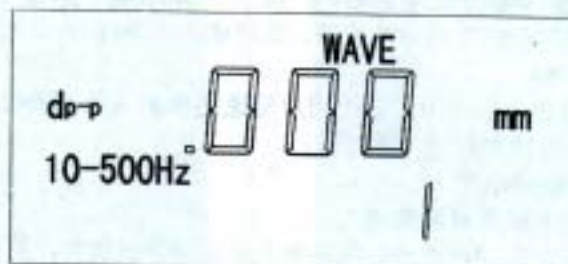

图 3-8
5. 再一次按 RUN/STOP 键，进入保持（即待机）状态，这时的显示数值为按键前最后一次测量值，此时该结果已存入当前点号所对应的存储单元，大约两秒钟后点号自动加一，屏幕上显示的是加一以后的点号所对应存储单元中的数值，见图 3-8；